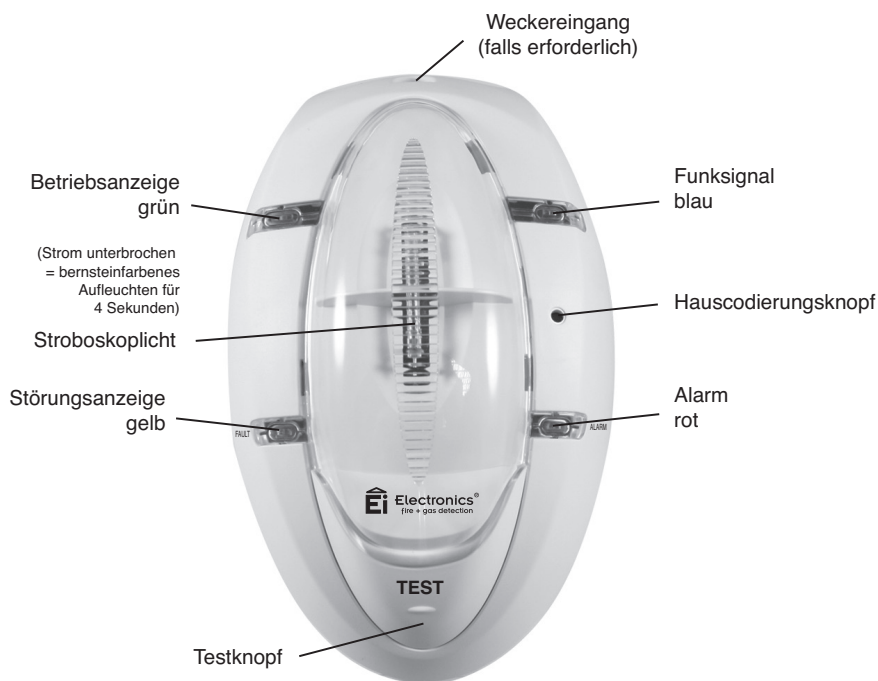

Abbildung 4
3.1.2 Betätigen Sie an allen Geräten, die Sie mit dem Ei170RF vernetzen möchten, den Hauscodierungsknopf (Hinweise zur Vernetzung der einzelnen Komponenten entnehmen Sie bitte den jeweiligen Bedienungsanleitungen). Am Modul Ei170RF betätigen Sie ebenfalls den Hauscodierungsknopf mit einem kleinen Schraubendreher (oder einem ähnlichen Werkzeug mit einem maximalen Durchmesser von 3 mm). Der Hauscodierungsknopf befindet sich wie in Abbildung 4 zu sehen, auf der Front des Geräts in einem kleinen Loch.
sicher, dass das Vibrationskissen und die Stroboskopleuchte funktionieren. Den Test führen Sie über den Testknopf des Geräts durch (siehe Abbildung 4).
Uhreingangsbuchse: Ein geeignetes Weckrufsignal kann über einen 3,5 mm Mono-Klinkenstecker mit dieser Eingangsbuchse verbunden werden (siehe Abbildung 4). Wenn der Wecker Alarm auslöst, schaltet sich das Vibrationskissen dauerhaft ein (d.h. ohne zu pulsieren), um die Person aufzuwecken, ohne dabei jedoch das eingebaute Stroboskop oder die zusätzlichen Ausgänge zu aktivieren. So weiss der Nutzer, dass es sich um einen Weckruf und nicht um ein Feuer handelt.